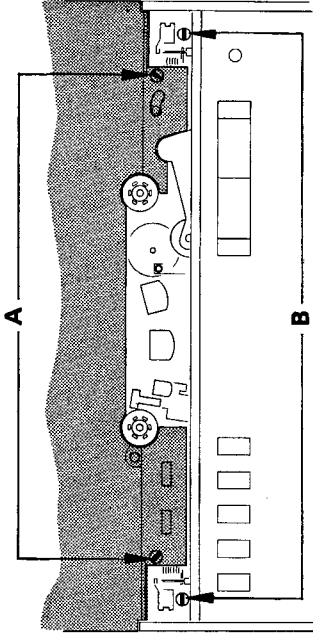

Bild 3.2.—4
- Schraube A (Bild 3.2.—4) lösen. Abdeckplatte nach oben abziehen. (Oberkante 3 Klemmhülsen)
- Schrauben B (Bild 3.2.—4) lösen. Netzschalterknopf sowie sämtliche Drehknöpfe und Schaltschreiber nach oben abziehen. Beim Netzschalterknopf darauf achten, dass der Spanning nicht verloren geht.